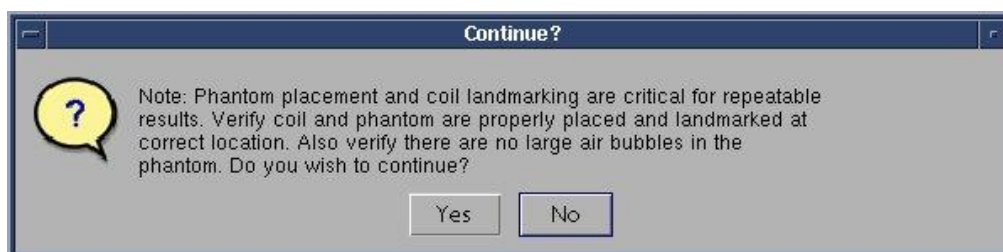

图 4
14. 启动之后，将会出现写着 "Phantom placement and coil landmarking are critical for repeatable results"（模体更换和线圈标记对准对于可重复结果非常重要）的注释。如果已正确设立标记并且模体中没有气泡，单击 **[Yes]**（是）以继续。（图 4）。